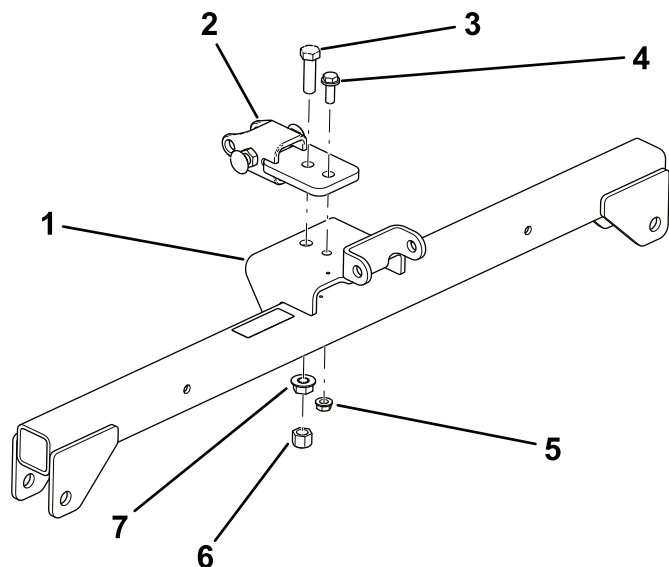

Figura 3
- Montai fără a strânge bara de tracțiune în orificiul frontal din ansamblul suportului (Figura 3) cu un urub ($\frac{1}{2} \times 1\frac{3}{4}$ ") o piuliță cu guler ($\frac{1}{2}$ ") i o piuliță hexagonală ($\frac{1}{2}$ ").